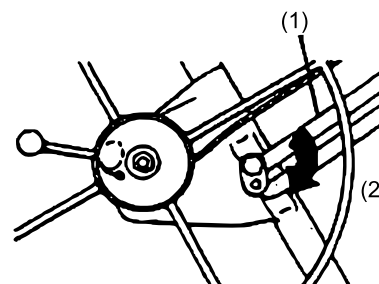

Abbildung 5
5. Drücken Sie die Winde leicht zurück gegen das Stativ. Dies aktiviert automatisch die Schiebesperre, und die Winde bleibt voll ausgefahren (Abb. 5).